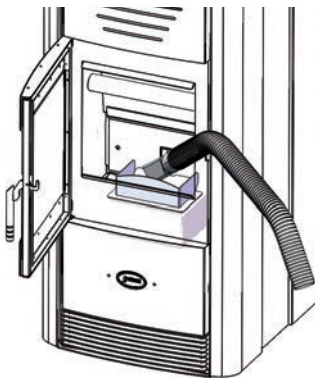

Fig. 1
- Rimuovere i residui di cenere all'interno del braciere, fino a quando i fori presenti saranno liberi da ogni ostruzione; ( Fig. 1 )